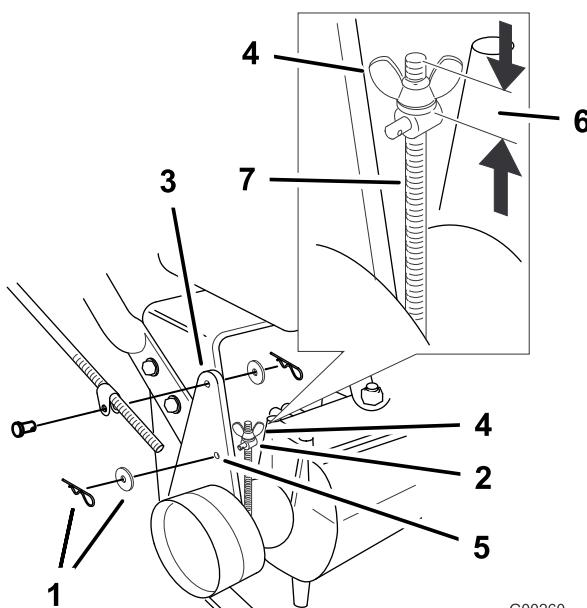

Figura 47
Nota: Para el ajuste inicial, ajuste la tuerca de orejeta hasta que se encuentre a 32 mm (1-1/4 pulg.) de la parte superior de la varilla (Figura 47).
- Para ajustar el freno, retire el pasador de horquilla y la arandela de la palanca del freno y el collar (Figura 47).
- Instale el collar en el taladro F (Figura 47). Apriete la tuerca de orejeta.
- Fije el collar a la palanca de freno con la arandela y el pasador de horquilla (Figura 47).